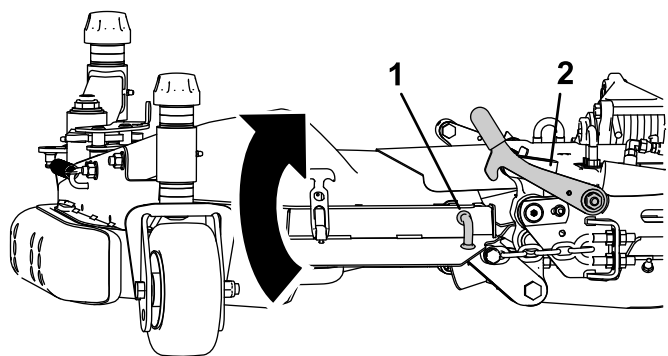

Рисунок 8
1. Поднимите крыло деки и прикрепите штифт защелки к рукоятке защелки (Рисунок 8).